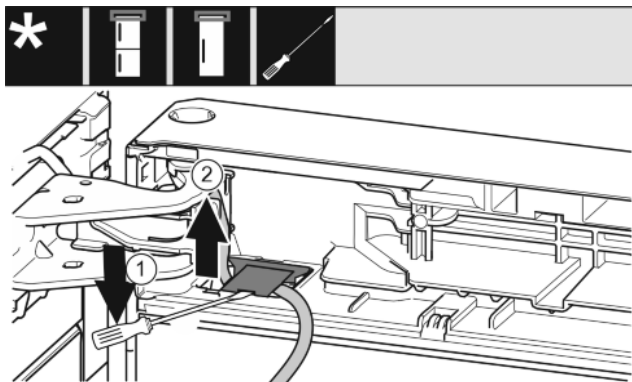

Fig. 17
- ▶ Plochým šroubovákem nadzvedněte kryt a zvedněte jej. Fig. 17 (1)
- ▶ Vytáhněte kabel. Fig. 17 (2)